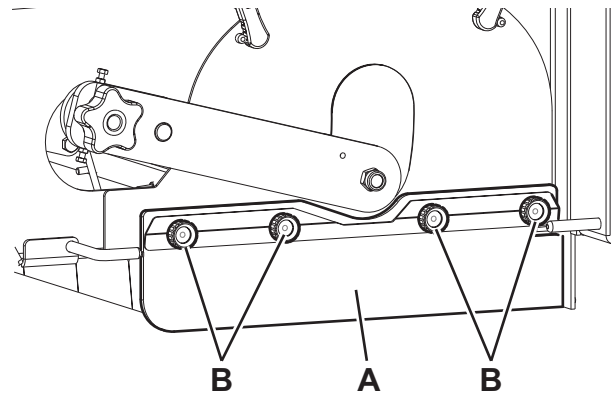
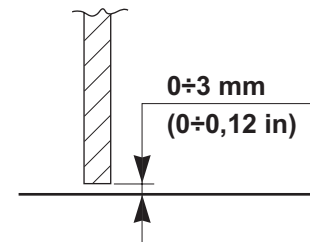

Abbildung 15
Abbildung 17
4. Die linke (13) und rechte Klappe (12) durch Drehen der Haltevorrichtung abnehmen.
5. Prüfen, dass die Seitenklappen (A, Abb. 15) unversehrt sind.
6. Prüfen, dass die Bodenfreiheit der Seitenklappen (A, Abb. 15) zwischen 0 und 3 mm (siehe Abb. 17) liegt.
- Falls erforderlich, Schrauben (B, Abb. 15) lösen und Schmutzfangklappenstellung einstellen. Abschließend die Drehgriffe (B) anziehen.